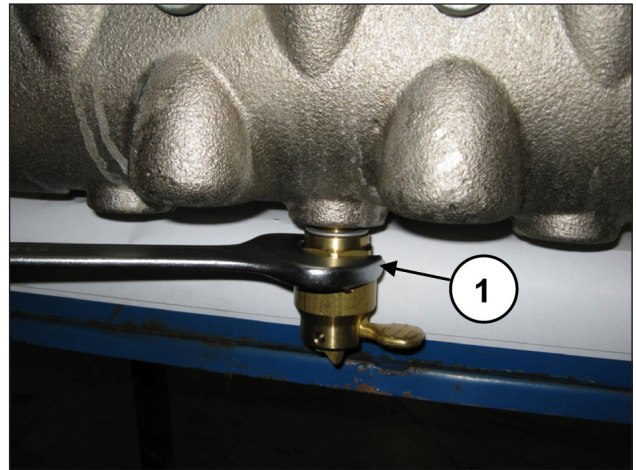

Abb. 103
Drehen Sie den Ventilöffner mit einem 30 mm Schlüssel ab (Pos. ①, Abb. 103).